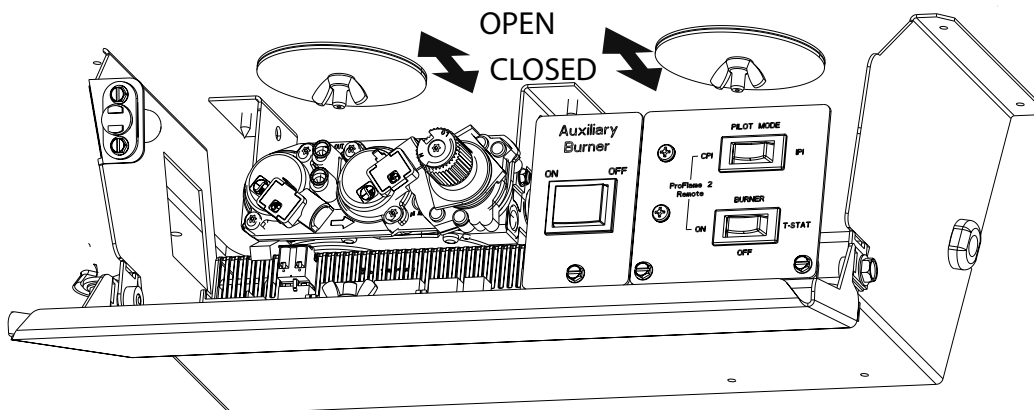

Figure 35.
15. **Adjust the Air Shutters.** Fig. 35